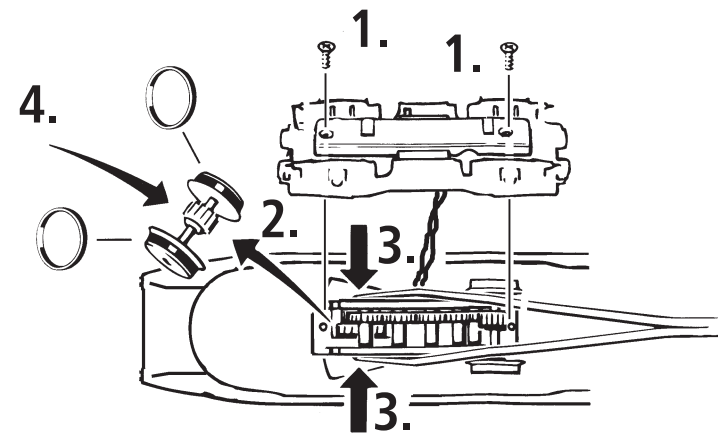

Fig. 8
Schleiferwechsel: siehe Fig. 8
A.C. operation: see fig. 8
Version en courant alternatif: voir fig. 8